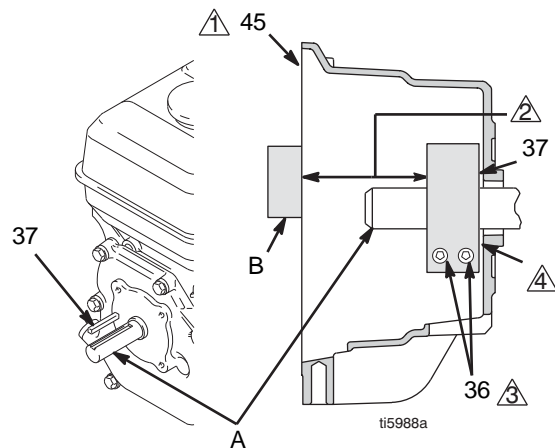

FIG. 10
4. FIG. 10. Løsn de to skruer (36) på klemmen (38).
5. Før skruetrækkeren ind i hullet i klemmen (38), og fjern klemmen.
1. FIG. 10 Monter motorakselnøglen (37).
2. Bank klemmen (38) på motorakslen (A). Bevar den dimension, der er vist i note 2. Affasningen skal vende mod motoren.
3. Kontrollér dimensionen: Placer den stive, lige stålstang (B) hen over koblingshusets overflade (45). Brug præcist måleudstyr til at måle afstanden mellem stangen og klemmens overflade. Foretag den nødvendige tilpasning af klemmen. Tilspænd de to skruer (36) med et moment på $14 \pm 1,1$ Nm.
4. Monter tændspolen (39) på motordrivakslen.
5. Isæt de fire skruer (36) og låseskiverne (35) med et moment på 14 Nm.